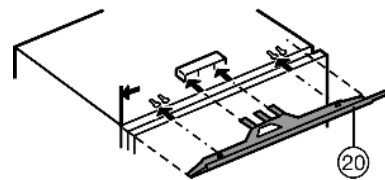

Fig. 8
- ▶ Ausgleichsblende Fig. 8 (20) griffseitig bündig mit der Geräteseitenwand montieren: in Steg-aufnahme einschieben und in Schlüssellöcher einhaken.